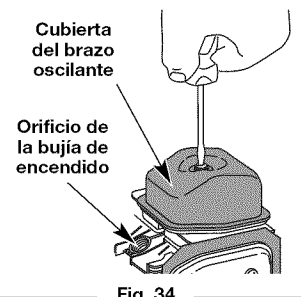

Fig. 34
5. Limpie la suciedad de alrededor de la cubierta del brazo oscilante. Saque el tornillo que sostiene la cubierta del brazo oscilante con un destornillador grande de vástago plano o con una broca Torx T-25 (Fig. 34). Saque la cubierta y la junta del brazo oscilante.